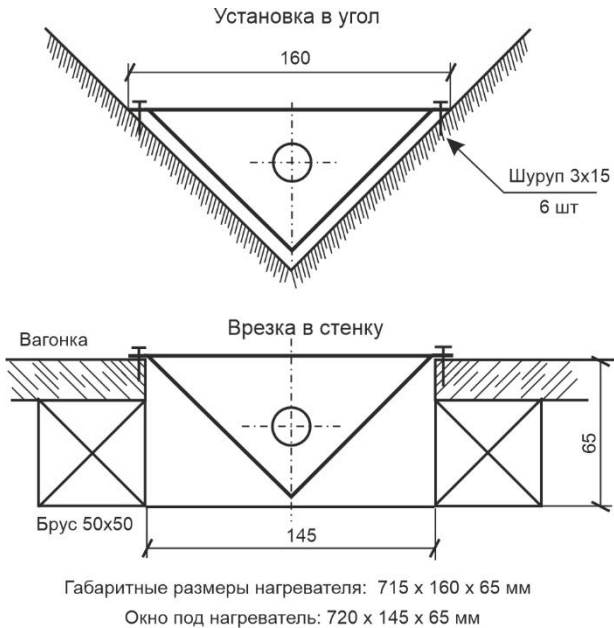

Рис.9 Установка углового нагревателя (вид сверху)
6.1.2. Угловые излучатели крепятся вертикально либо непосредственно в угол кабины на пол, либо могут быть врезаны в стенки кабины (рис.9).